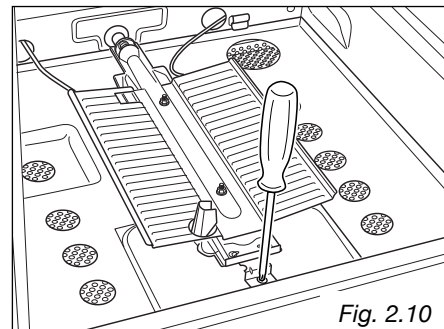

Fig. 2.10
- Enlevez la vis de blocage du brûleur (fig. 2.10).